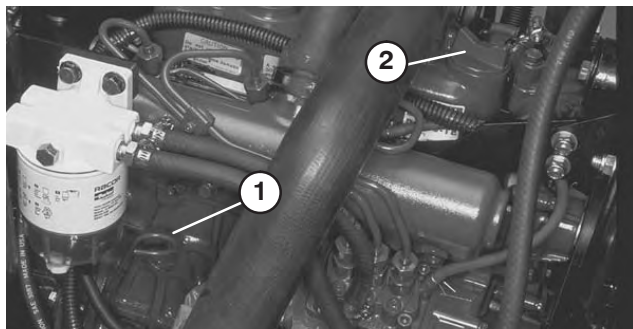

Figure 14
2. Sortez la jauge, essuyez-la sur un chiffon propre et remettez-la en place. Retirez la jauge et vérifiez le niveau d'huile ; il doit atteindre le repère maximum (Fig. 14).
3. Si le niveau d'huile est en-dessous du repère du plein (Full), retirez le bouchon de remplissage et ajoutez de l'huile jusqu'à ce que le niveau atteigne le repère du plein (Full) (Fig. 14). **Ne remplissez pas excessivement.**